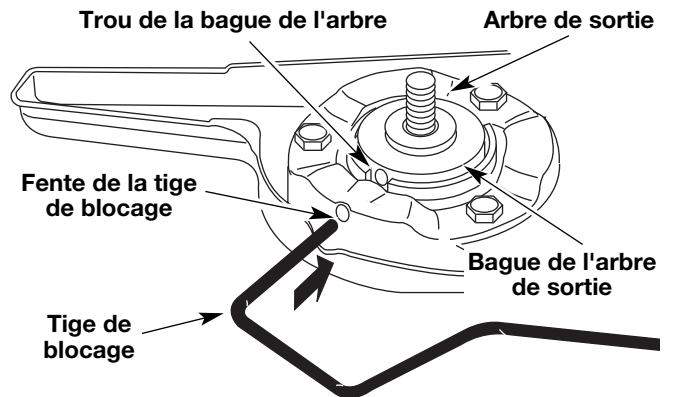
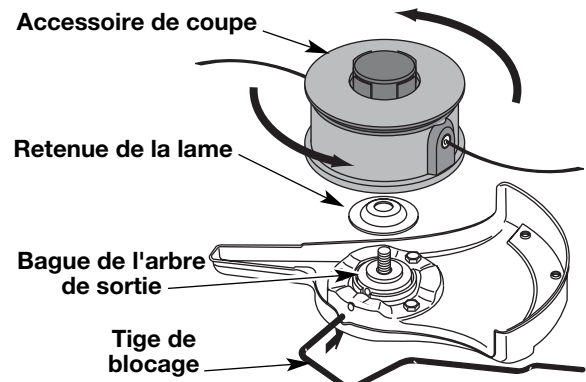

Fig. 7
Fig. 14
1. Alignez le trou de la bague de l'arbre avec la fente de la tige de blocage, puis insérez la tige dans le trou de la bague (Fig. 7).
- Alignez le trou de la bague de l'arbre avec la fente de la tige de blocage, puis insérez la tige dans le trou (Fig. 7).
- Alignez le trou de la bague de l'arbre avec la fente de la tige de blocage, puis insérez la tige dans le trou. (Fig. 7). Placez la retenue de lame sur l'arbre de sortie, la partie plate reposant contre la bague de l'arbre tel qu'indiqué sur la Fig. 14. Vissez l'accessoire de coupe à gauche sur l'arbre. Vissez bien.
3. Pressez et relâchez la poire d'amorçage à 10 reprises, lentement. Une certaine quantité d'essence **devrait être visible dans la poire d'amorçage** et les conduites d'essence (Fig. 7). Si vous n'apercevez pas d'essence dans la poire, pressez et relâchez la poire autant de fois qu'il le faut pour y voir de l'essence.
4. Placez le levier d'étranglement bleu en **position 1** (Fig. 7).
6. Placez le levier d'étranglement bleu en **position 2** (Fig. 7).
10. Placez le levier d'étranglement bleu en **position 3** (Fig. 7). La machine est prête à être utilisée.